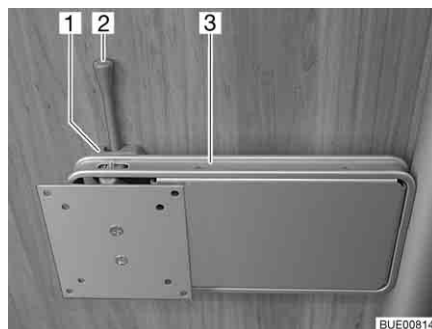

Bild 43 Halterung an Säule
- Den Entriegelungshebel (Bild 43,2) zur Seite drücken und die Halterung (Bild 43,3) mit dem Flachbildschirm in die gewünschte Position drehen.
- Flachbildschirm zurückdrehen, bis die Halterung (Bild 43,3) in die Verriegelung (Bild 43,1) einrastet.